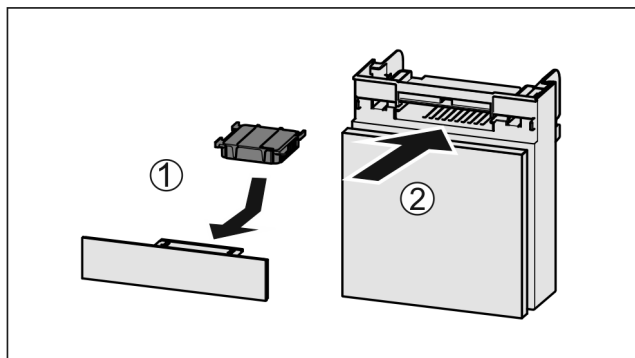

Fig. 35
- ▶ Установите фильтр с активированным углем, как показано на рисунке Fig. 35 (1).
- ▶ Вставьте отделение Fig. 35 (2).